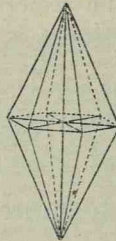

Fig. 145. Piramida hexagonală de întâiul fel.
**Piramida hexagonală,** fig. 145. În această piramidă, fețele ei sunt